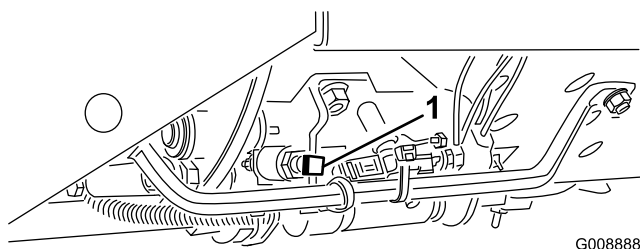

Figura 21
**Importante:** La velocidad de siega es ajustada en fábrica a 9,7 km/h. Puede aumentarse o reducirse ajustando el tornillo de tope de velocidad (Figura 21).